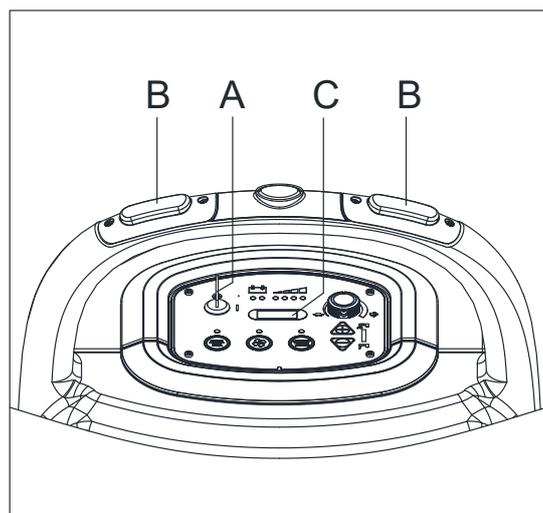

Abbildung 22
1. Drehen Sie den Zündschlüssel (A, Abb. 22) auf "I".
2. Drücken Sie den Schalter (B) und lesen Sie auf dem Stundenzähler (C) die Gesamtzahl der Arbeitsstunden (Bürstenreinigung/Trocknen) ab, die von der Maschine ausgeführt wurden.
3. Drücken Sie den Schalter (B) erneut.
4. Drehen Sie den Zündschlüssel (A) auf "0".
1. Drehen Sie den Zündschlüssel (A, Abb. 22) auf "0".